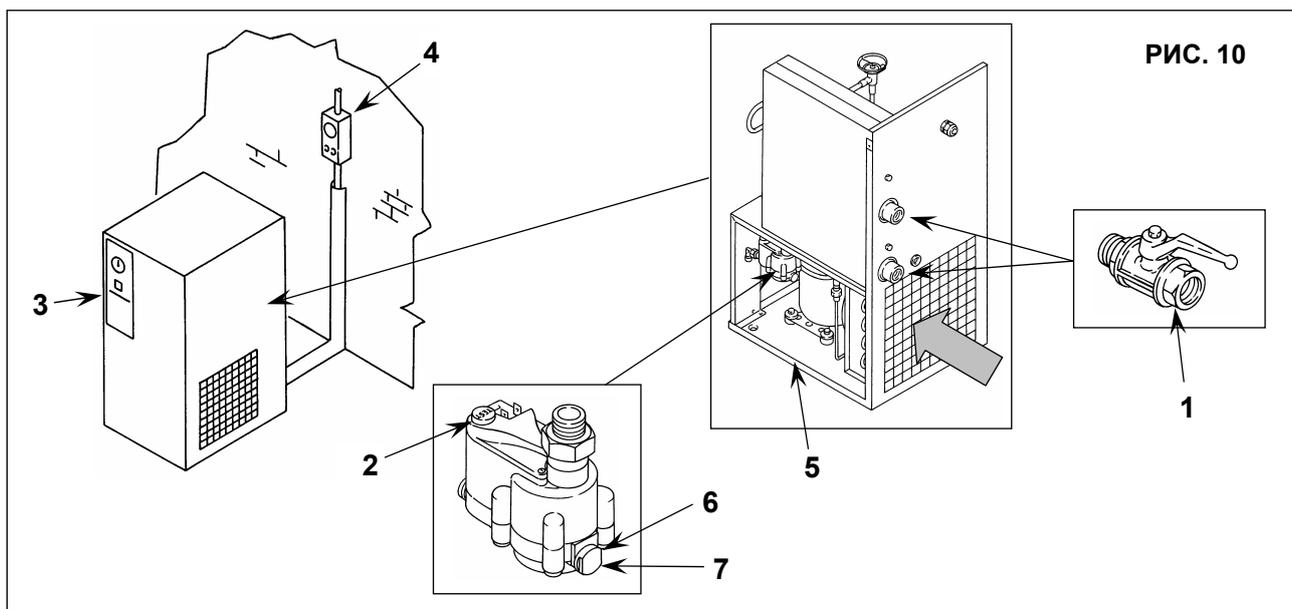

РИС. 10
15.2 ОЧИСТКА АВТОМАТИЧЕСКОГО СЛИВНОГО ФИЛЬТРА КОНДЕНСАТА (Рис. 10)
- Закройте кран, поз. 1, рис. 10
- Сбросьте давление в осушителе, нажав кнопку слива конденсата "TEST", расположенную на конденсатоотводчике, поз. 2, рис. 10
- Выключите устройство, нажав кнопку "STOP", поз. 3, рис. 10
- Включите автоматический дифференциальный переключатель питания, поз. 4, рис. 10
15.3 ОЧИСТКА КОНДЕНСАТОРА (Рис. 10)
- Снимите панели, поз. 5, рис. 10
- Очистите ребра конденсатора, поз. 1, сжатым воздухом (Рис. 10). **НЕ ИСПОЛЬЗУЙТЕ ВОДУ И РАСТВОРИТЕЛИ**
- Установите панели, поз. 5, рис. 10